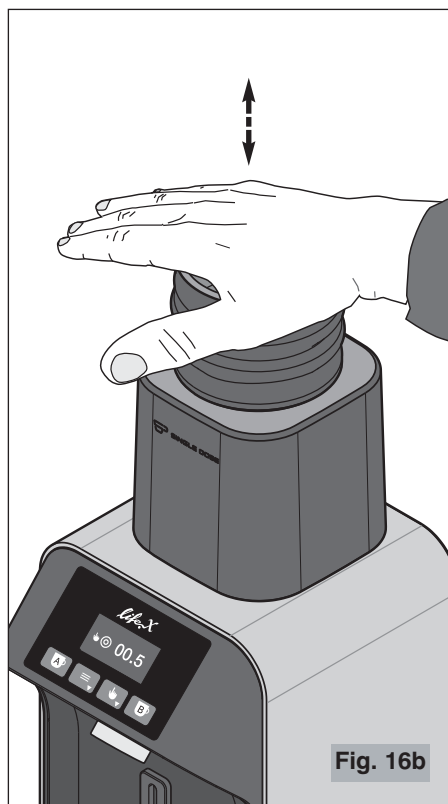

Fig. 16b
- 7 Con el motor en marcha, cuando el café en grano esté completamente molido, golpear el fuelle (16 Fig. 3) con la palma de la mano, asegurándose de cubrir completamente la embocadura (véase Fig. 16b), para desprender todo el café molido.